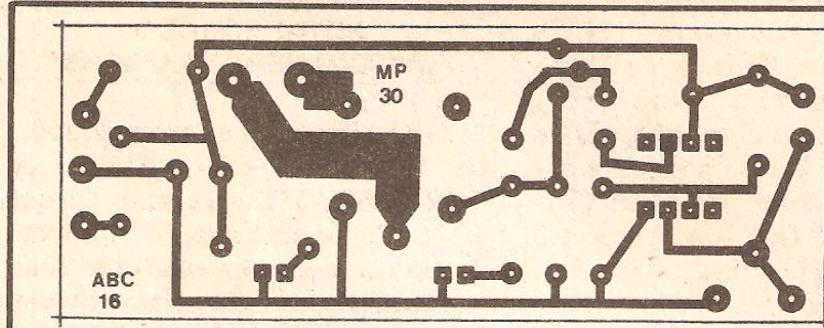

Fig.4
- FIG. 4 - CIRCUITO IMPRESSO ESPECÍFICO (ESCALA 1:1) - A plaquinha, cujo padrão cobreado é mostrado na figura em tamanho natural (para facilitar a “carbonagem” direta...) é simples, pouco “congestionada”, de fácil confecção pelo próprio Leitor/“Aluno” (desde, obviamente, que possua os materiais básicos necessários à traçagem, corrosão, furação e limpeza...). Cuidados especiais devem ser dedicados nas regiões das ilhas destinadas às “pernitas” do Integrado, já que constituem contatos muito pequenos e